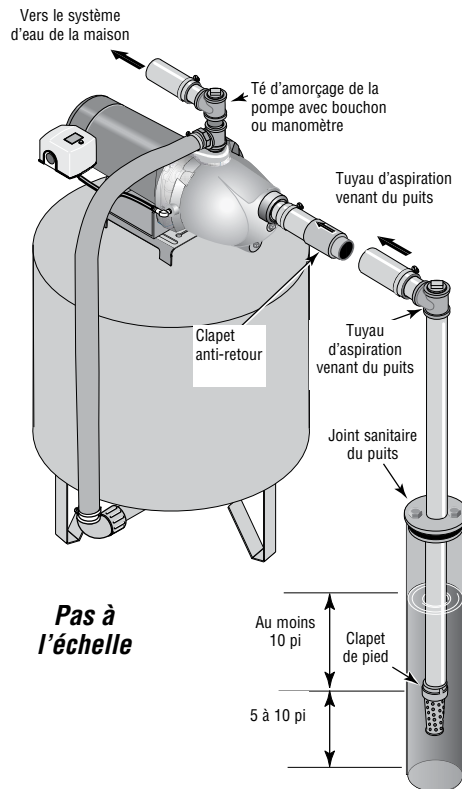

Figure 2 : Installation dans un puits à tubage de 2 pouces de diamètre ou plus grand (voir la Figure 2)
INSTALLATION SUR UN PUIT À TUBAGE DE 2 POUCHES DE DIAMÈTRE OU PLUS GRAND (voir la Figure 2)
- 2 ° Brancher le clapet de pied, la crépine et le tuyau du puits (voir la Figure 2). S'assurer que le clapet de pied fonctionne librement.
- 4 ° Poser le té d'amorçage, le bouchon d'amorçage et le tuyau d'aspiration sur la pompe (voir la Figure 2). Brancher le tuyau provenant du puits sur l'orifice d'aspiration de la pompe en utilisant le moins possible de raccords - en particulier des coudes - étant donné que les raccords augmentent le frottement de l'eau dans les tuyaux (il faut toutefois ajouter un clapet de pied — voir la Figure 2). Le diamètre du tuyau d'aspiration doit être au moins aussi grand que le diamètre de l'orifice d'aspiration de la pompe. Utiliser du ruban d'étanchéité en PTFE pour filetage sur les raccords filetés. Supporter le tuyau de façon qu'il ne soit pas cintré afin qu'il n'exerce pas de contraintes sur le corps de la pompe; de plus, il doit être légèrement incliné vers le haut, du puits jusqu'à la pompe (les points hauts risquent de causer des poches et des bouchons d'air dans la pompe). Rendre étanches les raccords du tuyau d'aspiration avec du ruban d'étanchéité en PTFE pour filetage. Les raccords doivent être étanches à l'air et à l'eau. *Si le tuyau d'aspiration aspire de l'air, la pompe ne pompera pas l'eau du puits.*